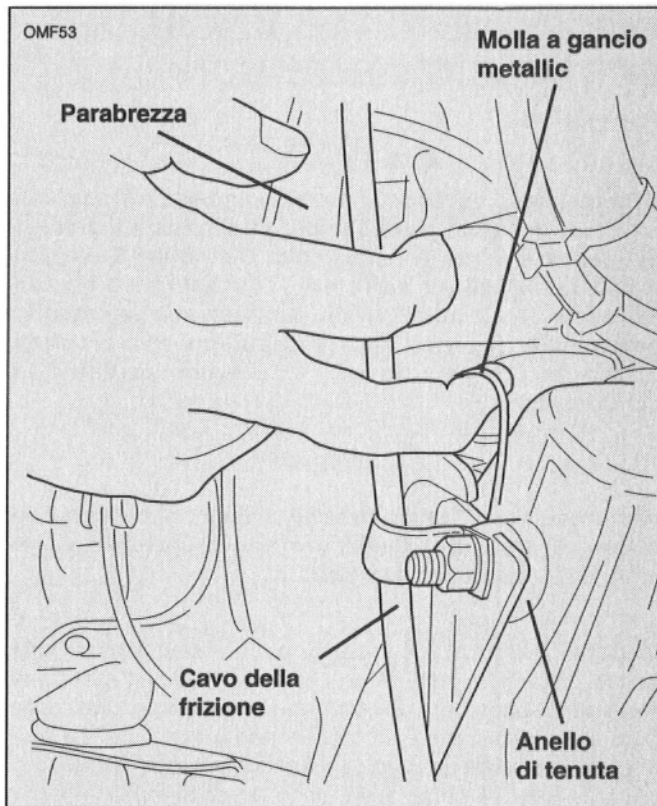

Figura 25. Parabrezza del modello Road King
1. Vedere la figura 25. Inserire le dita dentro le molle del gancio con filo su ciascun lato del parabrezza e spostare la CIMA del gruppo parabrezza in avanti, fin quando le tacche della staffa superiore si sganciano dai gommini.
1. Vedere la figura 25. Inserire le dita dentro le molle del gancio con filo su ciascun lato del parabrezza e far scorrere le tacche INFERIORI della staffa del parabrezza dentro i gommini.